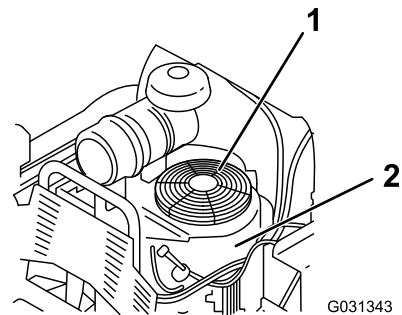

Bild 67
3. Entfernen Sie das das Luftansauggitter und das Lüftergehäuse (Bild 67).
5. Setzen Sie das Luftansauggitter ein und bringen das Lüftergehäuse an (Bild 67).